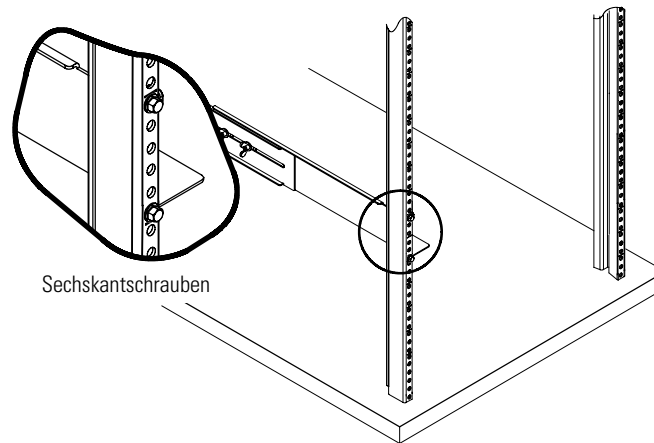

Abbildung 4. Befestigen der Vorderen Schiene
3. Schiene mit zwei Sechskantschrauben an der Vorderseite des Racks befestigen (siehe Abbildung 4).